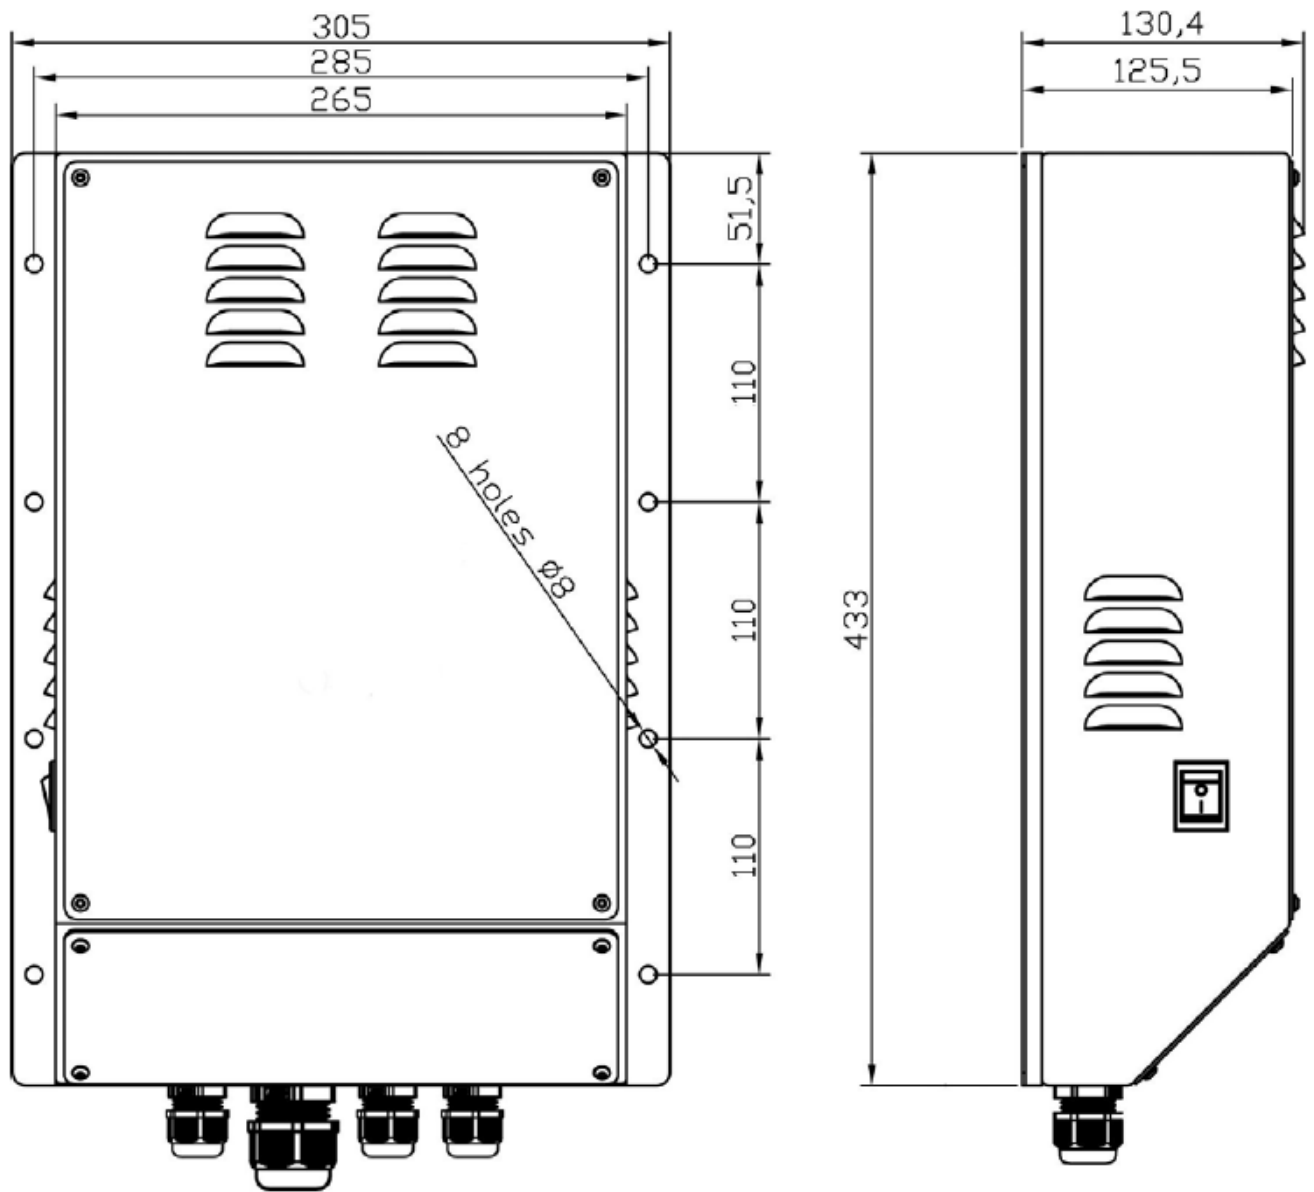

Рисунок 1. Установочный чертеж БП.
1. Установите БП на вертикальной переборке или монтажной панели с разметкой отверстий и учетом габаритов согласно чертежу (смотрите Рисунок 1). Для крепления устройства предусмотрены специальные отверстия на внешней стороне корпуса.